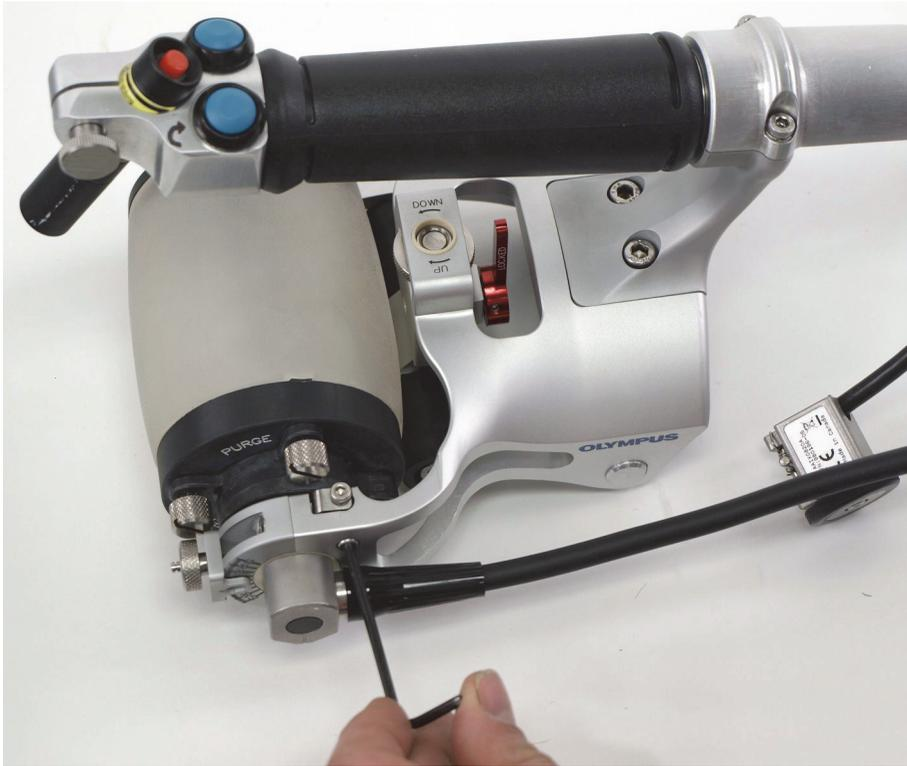

图 6-39 拧松备用编码器夹持的螺钉
8. (仅适用于非XL型号扫查器) 拧松备用编码器夹持的紧固螺钉, 备用编码器夹持位于连有探头线缆一侧的声学轮的底座上 (参见第111页的图 6-39)。